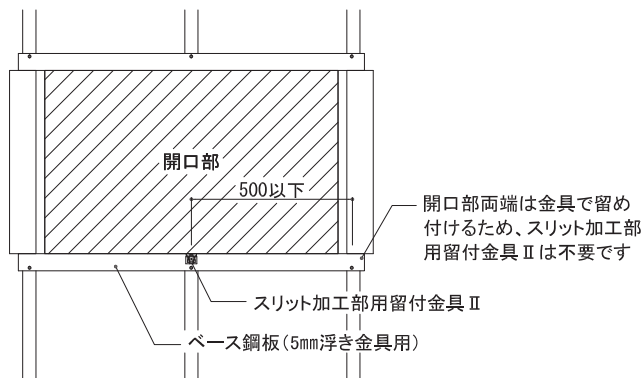

図4 スリット加工部用留付金具Ⅱの施工位置
- スリット加工部用留付金具Ⅱをツメが上った状態で、開口部下のベース鋼板に500mm以下の間隔で専用ビス(φ4.5mm×10mm)で留め付けてください。(図4、5、6参照)